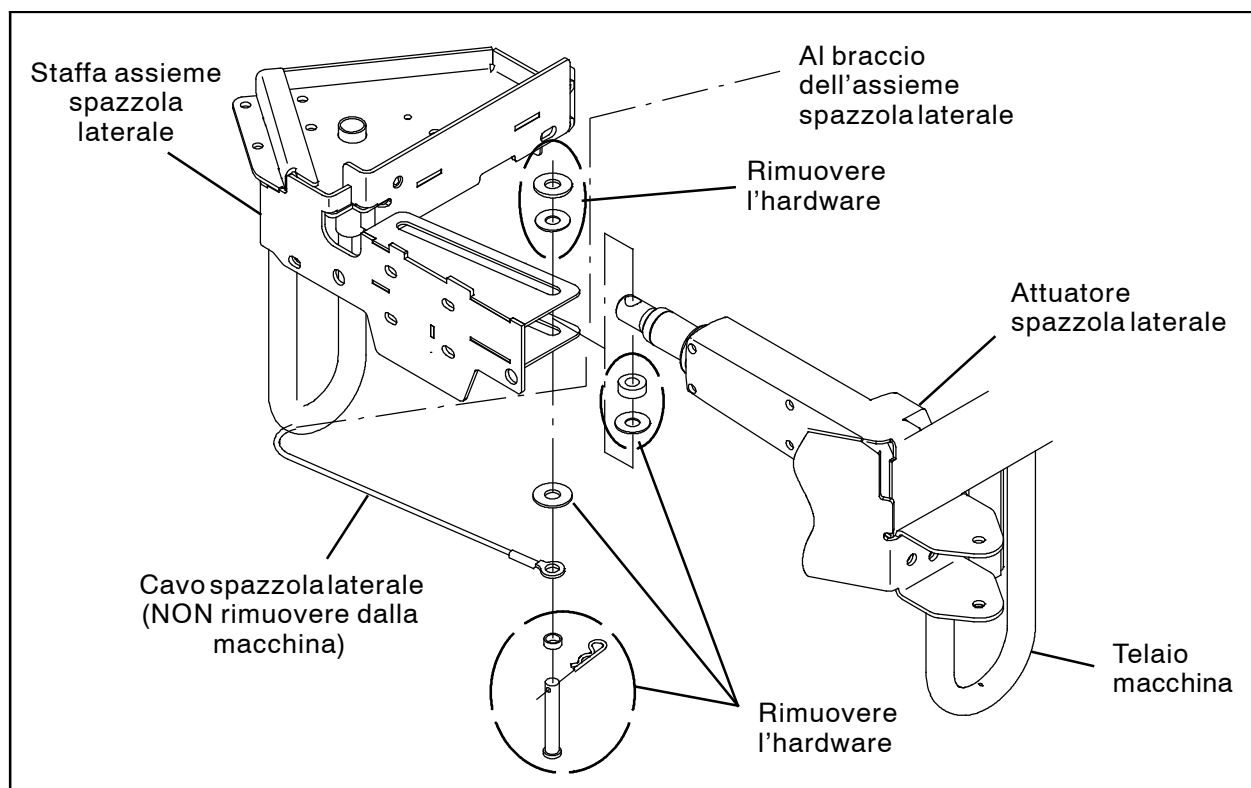
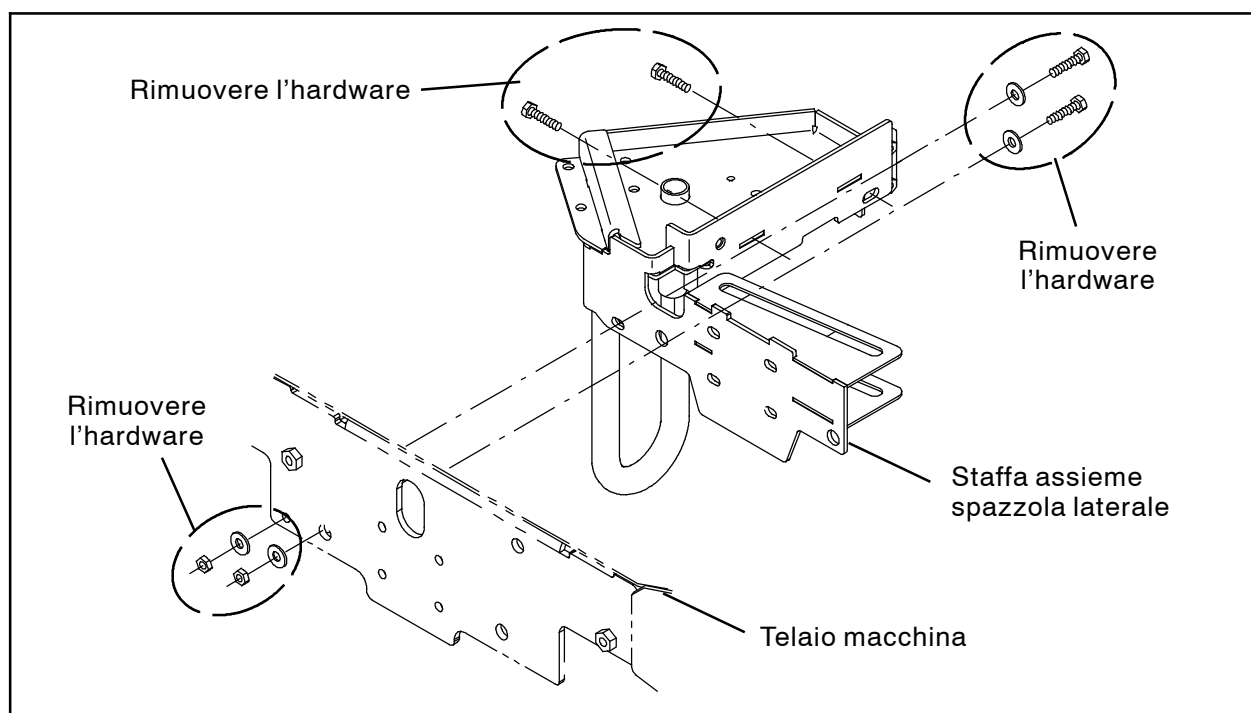

FIG. 2
FIG. 3
43. **Machines équipées d'une brosse latérale uniquement** : Posez les composants de la brosse latérale préalablement déposés sur la machine. (Figure 2/Figure 3)
dalla staffa del relativo assieme. (Fig. 2)
(Fig. 3)